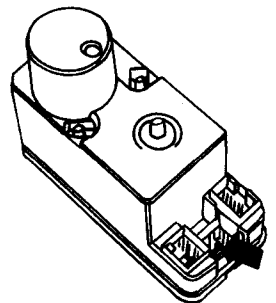

图 5-6 中控门锁泵
1) 先从中央紫色接头(箭头处)处拆下黑色连接器,如图 5-6 所示。
(4) 在检修/维修红外线系统时,一般要从车主处取得两把钥匙。两把钥匙均需编程,并进行一些测试。